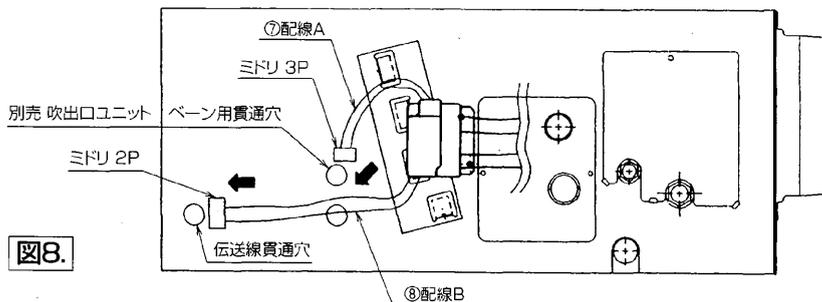

図8.
- 前記の配線作業が終わりましたら図8に示すように配線A⑦、B⑧をそれぞれ室内ユニット本体の貫通穴に差し込んでください。